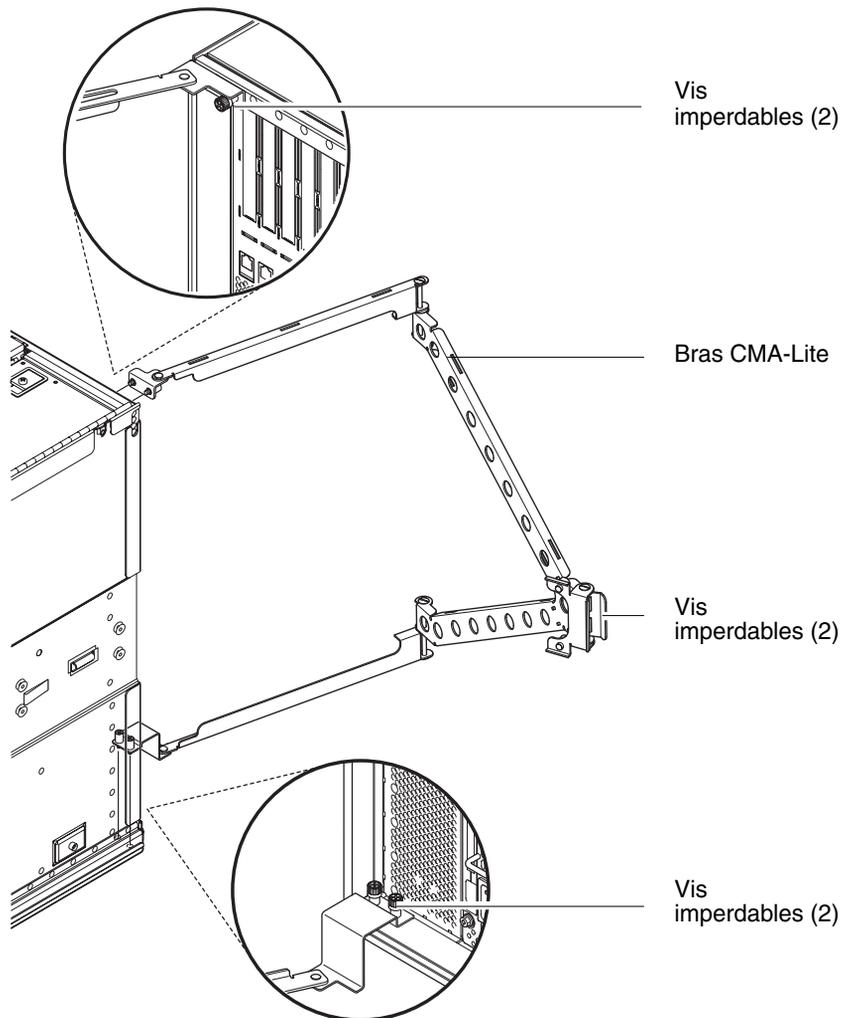

FIGURE 1-18 Bras de gestion des câbles CMA-Lite
1. Fixez le pivot situé à l'extrémité du bras supérieur en haut et à l'arrière du serveur au moyen de deux vis imperdables (voir FIGURE 1-18).